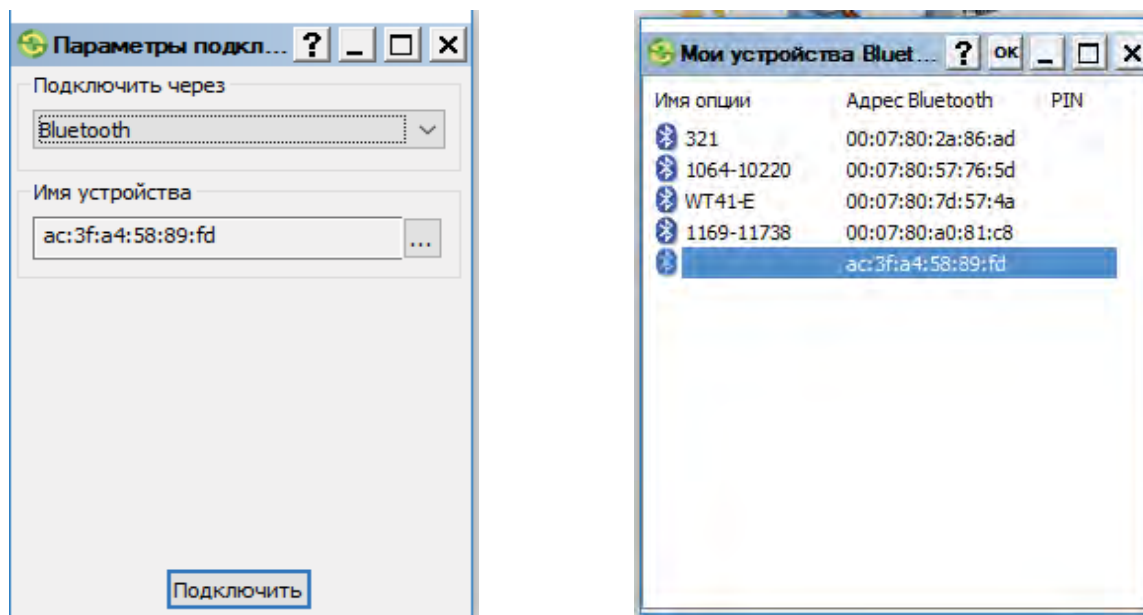

Рис. 7: TRU — Параметры подключения
3. Нажмите **Устройство** ▶ **Подключение**. Откроется диалоговое окно **Параметры подключения** (Рис. 7).
5. При необходимости в поле **Имя порта** выберите нужный порт. Для этого нажмите кнопку **...**, откроется диалоговое окно **Выбор порта** (Рис. 7).